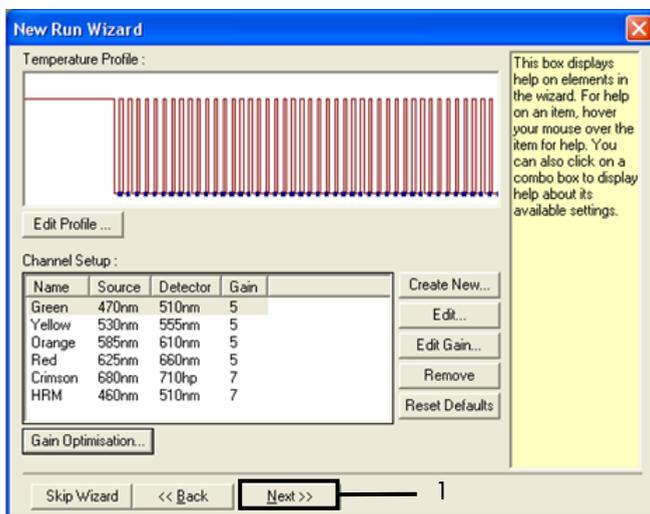

Figura 32. "Next" (Siguiente) (1).
15. Haga clic en Next (Siguiete) (figura 32). Haga clic en Save Template (Guardar molde) para guardar la plantilla del *therascreen* EGFR RGQ PCR Kit (archivo *.ret) en una ubicación adecuada.